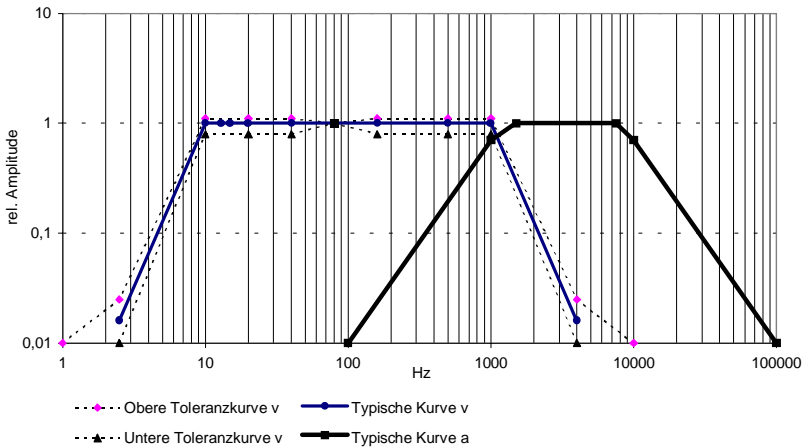

Bild 2: Filtercharakteristik
**Filter** Das M10 enthält ein Hochpass- und ein Tiefpassfilter. Beim M10v wird der Frequenzbereich 10 bis 1000 Hz gemessen, beim M10a der Frequenzbereich 1 bis 10 kHz. Das Filter des M10v entspricht den Festlegungen der Normen ISO 10816, ISO 2372 und VDI 2056. Bild 2 zeigt die Filtercharakteristik sowie die standardisierten Toleranzbereiche.